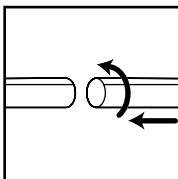

FIGURE 1
7. Poser un accessoire de nettoyage (en fonction de ce que l'on doit aspirer) sur les rallonges. Le tourner légèrement pour le serrer. **FIGURE 1.**